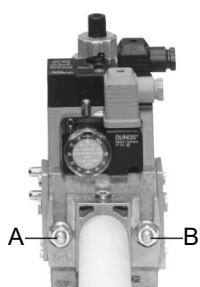
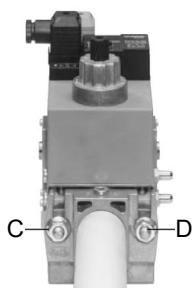
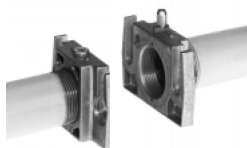

Рис. 7
Рис. 8
Рис. 9
3. Затянуть винты А, В, С и D (Рис. 7 - Рис. 8), соблюдая дистанции монтажа (Рис. 9);